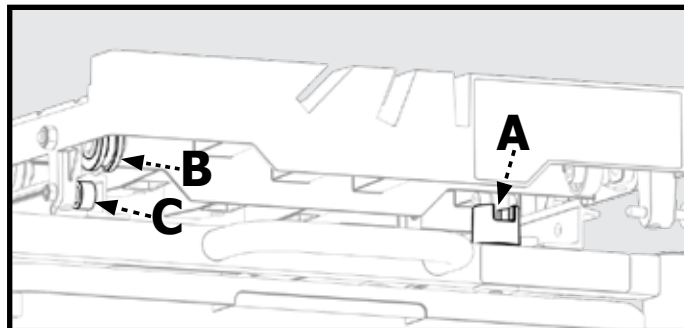

Figure 8
1. Assurez-vous que le verrou à fente de la table est desserré en position ouverte, comme illustré à la figure 8, de sorte que la rainure soit parallèle au sens de déplacement de la table.
2. Positionnez la table de travail (4) de manière à aligner les roulements de gauche, comme indiqué à la figure 8. Les plus gros rouleaux (B) doivent être guidés sur le dessus des rails, de même que les plus petits rouleaux (C) doivent être guidés sous les rails.